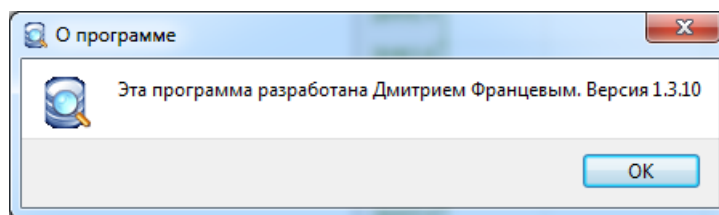

Рисунок 3.360 - Окно информации о версии программы
- меню Справка, в котором находится кнопка "О программе", выводящая на экран информацию о текущей версии программы (см. рис. 3.360).